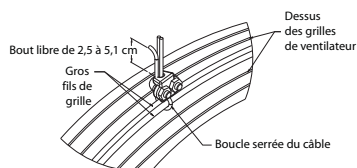

Figure 6 — Détail du serre-câble
8. Attacher le câble de soutien de sécurité secondaire utilisé pour offrir une protection supplémentaire en cas de défaillance des autres supports et visseries de fixation. Pour assurer une pose correcte du câble de soutien de sécurité secondaire, lire et suivre avec attention toutes les instructions à partir de la Figure 6.
1. Passer un côté du câble autour des fils de fer de gros diamètre à la fois des grilles avant et arrière, comme sur la Figure 6.